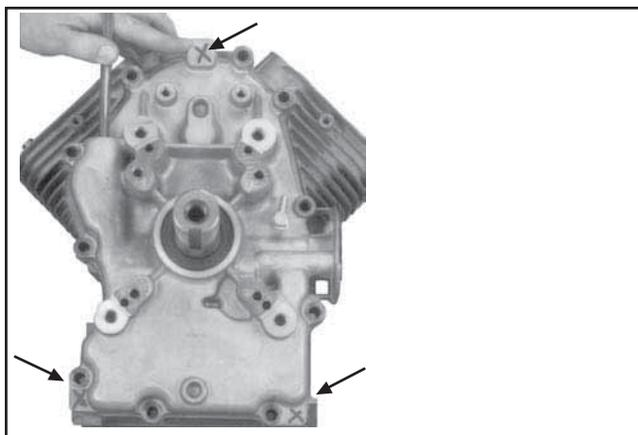

Figure 9-67. Position des trois languettes de séparation.
2. Repérer les trois languettes de séparation soudées dans le périmètre de la plaque de fermeture. Insérer l'extrémité d'une barre de tension de 1/2 pouce entre la languette de séparation supérieure et le carter moteur. Garder la poignée à l'horizontale et tirer vers soi pour casser le joint RTV. Si nécessaire, exercer une force même sur les languettes inférieures. Voir les Figures 9-67 et 9-68. Ne pas exercer de force sur les surfaces d'étanchéité car on pourrait engendrer des fuites. Retirer prudemment la plaque de fermeture du carter moteur.